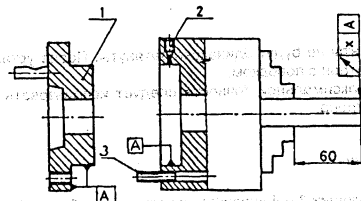

Рис. 9
4.2.3. Установка прецизионного патрона с регулировкой посадки (рис. 9)